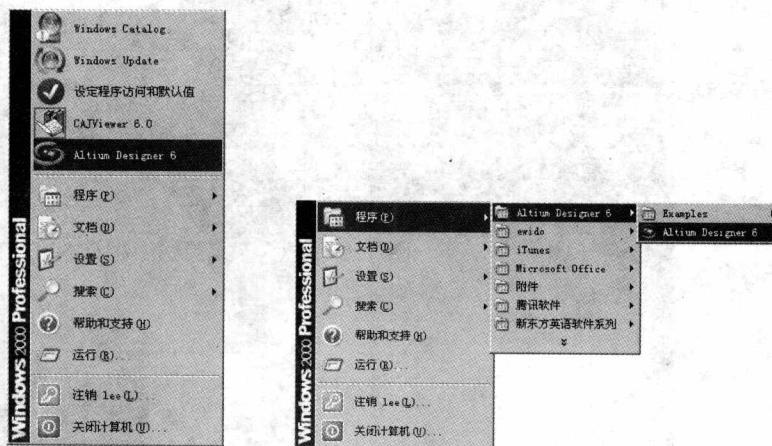

图 1.8 “开始”菜单中的“Altium Designer 6”启动命令
单击计算机桌面下方的“开始”按钮，在弹出的启动菜单中选择“Altium Designer 6”命令，即可启动 Altium Designer 6。或者在计算机桌面上选择“开始”→“程序 (P)”→“Altium Designer 6”→“Altium Designer 6”命令，也可启动 Altium Designer 6，如图 1.8 所示。